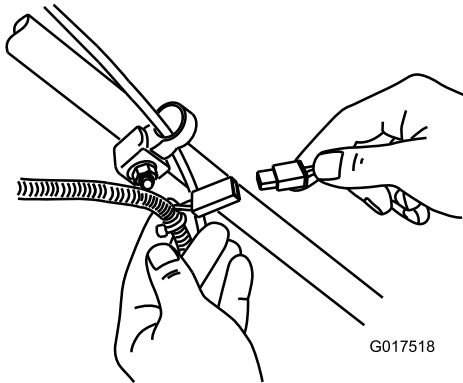

Figura 32
1. Ligue o carregador à cablagem sob a chave da ignição (Figura 32).